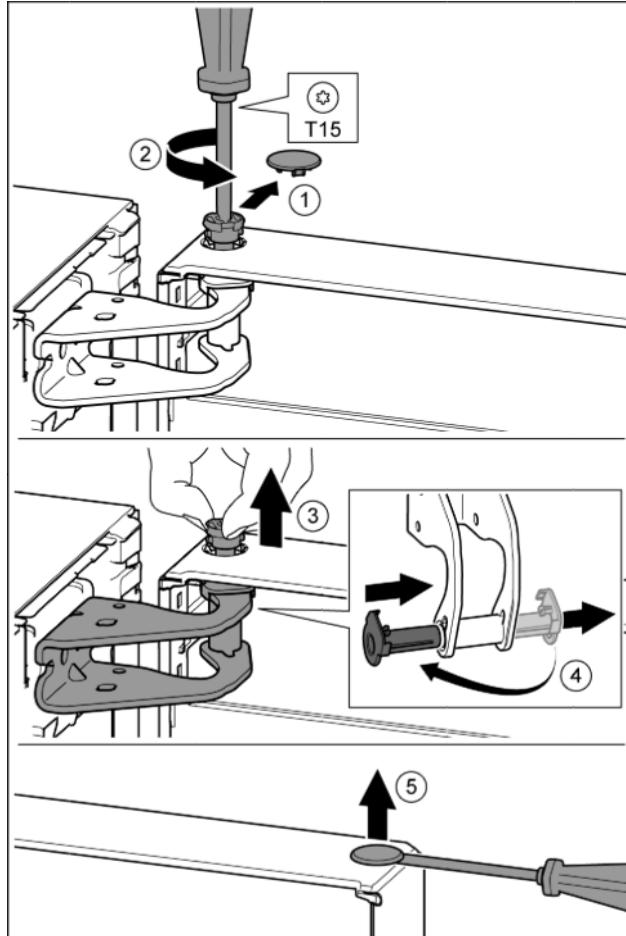

Fig. 11
- Обережно зніміть запобіжну кришку. Fig. 11 (1)
- Трохи викрутіть гвинт за допомогою викрутки T15. Fig. 11 (2)
- Притримуйте дверцята і витягніть палець руками. Fig. 11 (3)
- Витягніть із напрямної опорну втулку. Встановіть і зафіксуйте з іншого боку. Fig. 11 (4)
- За допомогою шліцевої викрутки обережно підійміть пробку із опорного втулка дверцят та витягніть її. Fig. 11 (5)